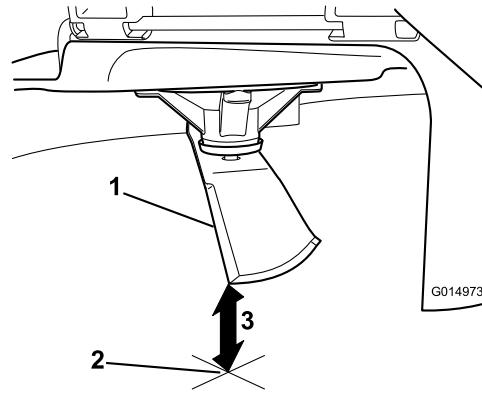

Bild 67
5. Messen Sie von der Messerspitze bis zu ebenen Fläche (Bild 67).